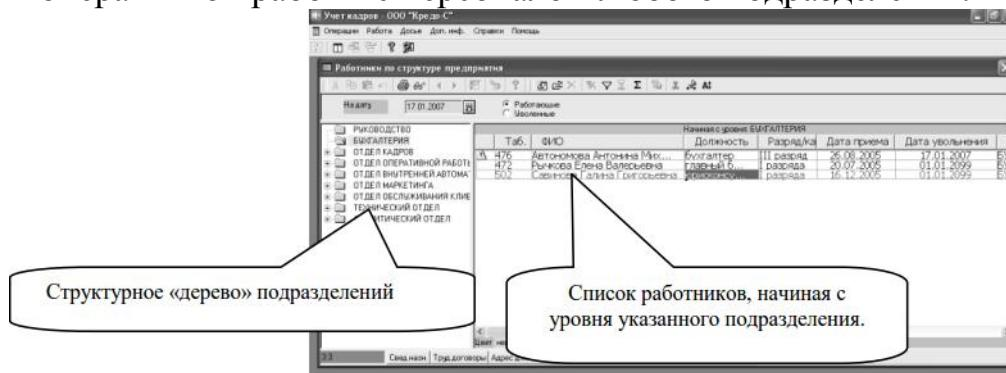
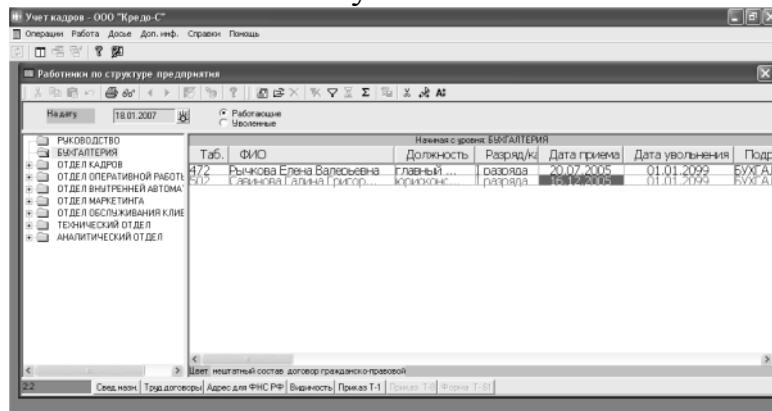

Рисунок10-1
Рисунок 10-2
- Если переключатель установлен в положение *Работающие*, но работник уволен будущим числом, то он будет отмечен в списке значком (Рис.10-1). Если переключатель установлен в положение *Уволенные*, то у всех уволенных работников будет стоять значок (Рис.10-2).